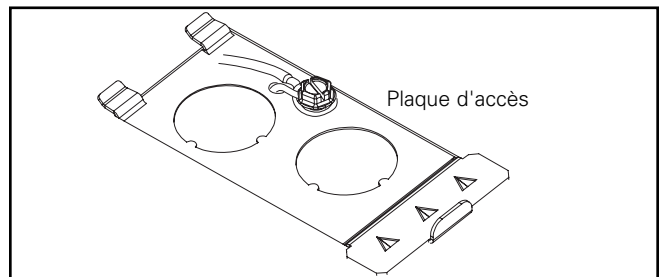

Figure 4.
- Retirez la plaque d'accès électrique et retirez les pièces défonçables de la plaque d'accès pour attacher le câble d'alimentation électrique (Figures 4 et 5).
Dénudez au moins 2,5 cm (1 po) du conducteur de mise à terre (si isolé). Insérez le bout du fil dans le petit trou. Enroulez le fil sous la tête de vis et autour de celle-ci dans le sens anti-horaire (Figure 4). Serrez la vis.